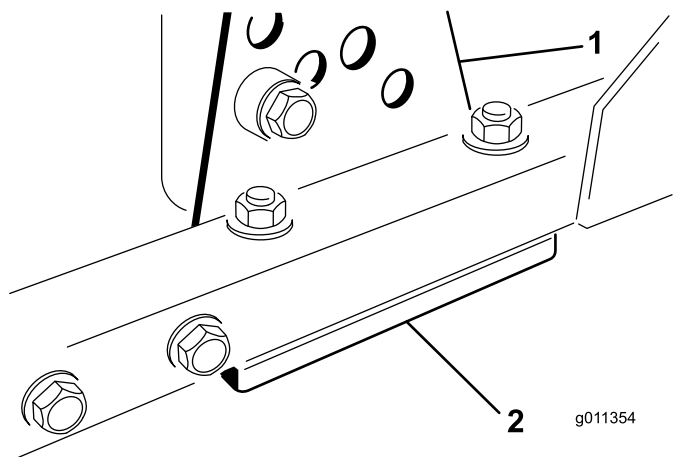

Figura 89
1. Retire el soporte de altura de corte (delantero, izquierdo o derecho) del bastidor de la unidad de corte (Figura 89).
2. Inserte suplementos de 1.5 mm (0.060") y/o 0.7 mm (0.030") entre el bastidor de la unidad de corte y el soporte para obtener el ajuste de altura deseado (Figura 89).